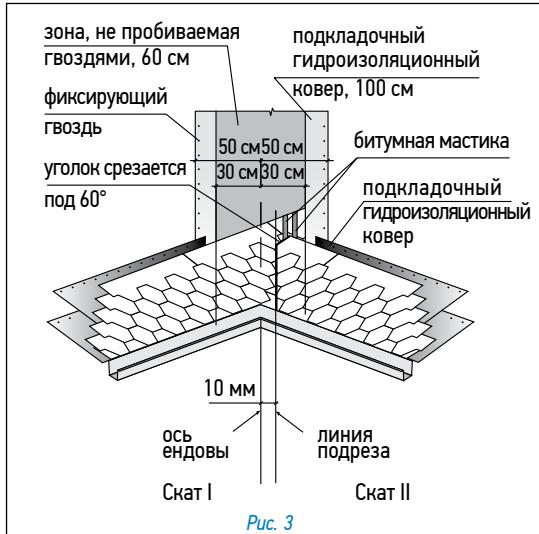

Рис. 3
Ендова (рис. 3)
- лист, подходящий к ендово со ската II, должен доходить до линии подрезки и обрезаться по ней. Верхний уголок обрезанного края листа подрезается под углом 60° (5×3 см — рис. 3);